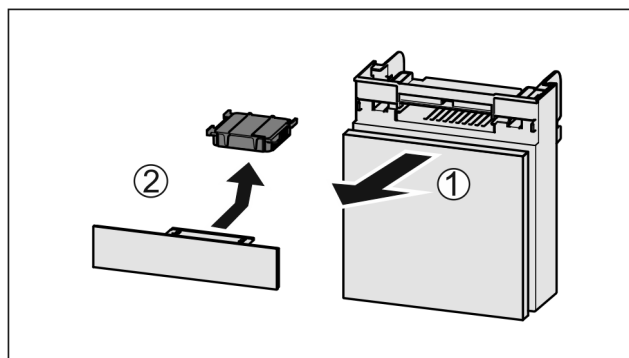

Fig. 199
- Wyciągnąć Fig. 199 (1) komorę do przodu.
- Wyjąć Fig. 199 (2) filtr z węglem aktywowanym.